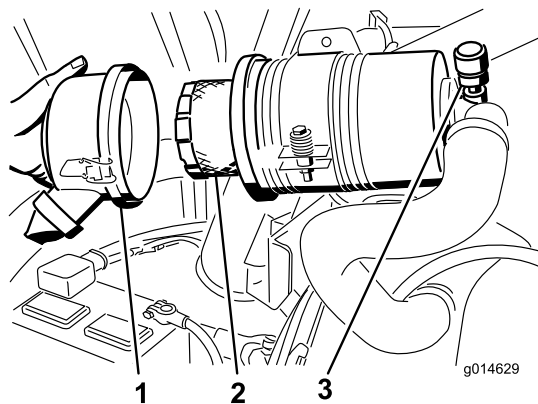

Figura 59
3. Retire y cambie el filtro (Figura 59).